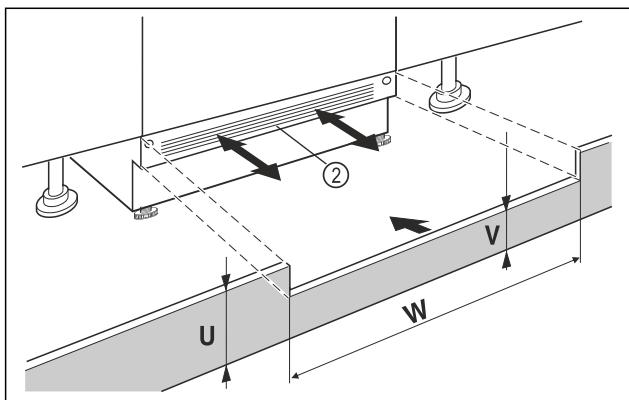

Fig. 40 Примерное изображение
- ▶ Установите цокольную панель устройства Fig. 40 (2), но еще не фиксируйте ее.
- ▶ Если цокольную панель Fig. 40 (2) видно, потяните её вперед настолько, пока передний край вентиляционной решетки не станет вровень с цокольной панелью мебели.
- ▶ Если цокольная панель Fig. 40 (2) скрыта, сдвиньте её назад как можно дальше.
- ▶ Вентиляционное отверстие должно быть полностью открытым: При необходимости следует подрезать цокольную панель мебели по высоте Fig. 40 (U)!
- ▶ Подгоните высоту перемычки Fig. 40 (W) по всей ширине ниши Fig. 40 (V) под цокольной панелью устройства Fig. 40 (2).